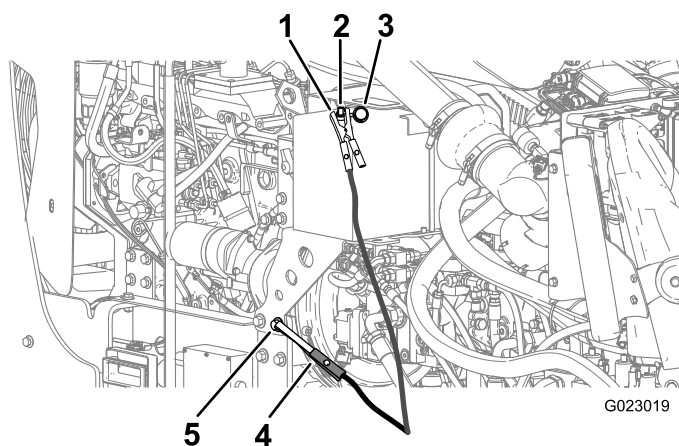

Рисунок 130
6. Снимите крышку со штыря запуска от внешнего источника (Рисунок 130).
7. Подсоедините положительный (+) соединительный кабель к положительному штырю внешнего источника (Рисунок 130).
8. Подсоедините отрицательный (-) соединительный кабель к точке заземления, такой как неокрашенный болт или деталь шасси (Рисунок 130).
10. Когда двигатель запустится, другой человек должен отсоединить отрицательный (-) соединительный кабель от рамы и затем положительный (+) соединительный кабель (Рисунок 130).